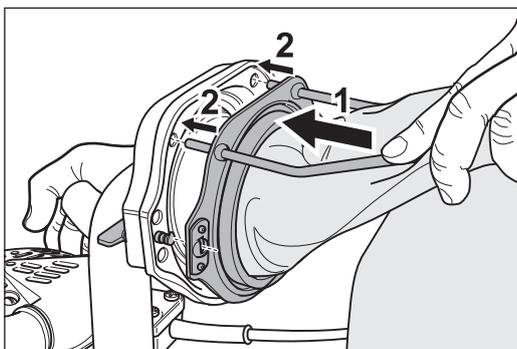

Abb. 5 Den Staubsack über den Aufnahmeflansch schieben (1) und mit den beiden Metallzapfen fixieren (2).
- 5 Schieben Sie die Öffnung des Staubsacks über den Aufnahmeflansch am Ende des Rohrbogens (Abb. 5, 1). Fixieren Sie den Staubsack mit den beiden Metallzapfen (Abb. 5, 2).